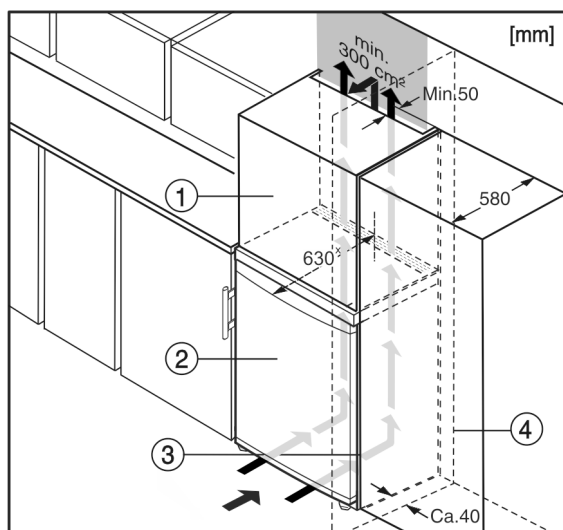

Fig. 5
- (1) Nástavná skříňka
- (2) Přístroj
- (3) Kuchyňská skříň
- (4) Stěna
Přístroj lze zabudovat do kuchyňských skříní. K vyrovnání přístroje Fig. 5 (2) na výšku kuchyňské linky lze na přístroj nasadit nástavec Fig. 5 (1).
Při montáži do kuchyňských skříní (hloubka max. 580 mm) lze přístroj instalovat hned vedle kuchyňské skříně Fig. 5 (3). Přístroj přesahuje přední stěnu kuchyňské skříně na stranách o 34 mm^x a uprostřed o 50 mm^x.
Když se přístroj instaluje závěsy vedle stěny Fig. 5 (4), musí být vzdálenost přístroje od stěny alespoň 40 mm. To odpovídá přesahu madla při otevřených dveřích.